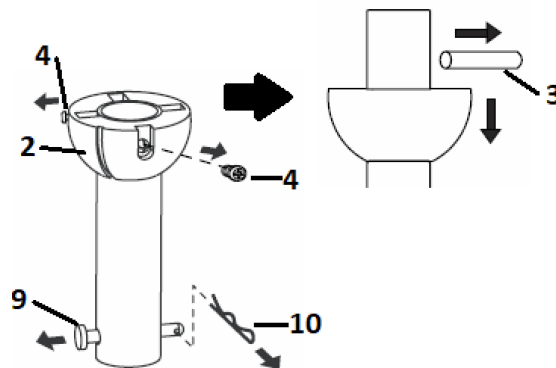

Fig. 4.1
1. Enlevez la rotule (2) et la cheville (3) de la tige descendante (6) en dévissant les vis de réglage (4). Enlevez la goupille de sécurité (9) en enlevant le clip de verrouillage (10) (Fig. 4.1). **REMARQUE : Gardez ces pièces, elles seront nécessaires pour le remontage ultérieur.**